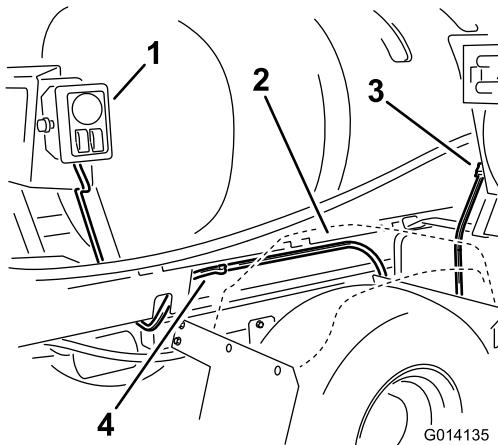

Figura 18
6. Portate la parte restante del cablaggio della scatola di comando, dotata del connettore per l'avvolgitubo, in avanti sul lato destro della macchina, tra il supporto del serbatoio e il parafango posteriore destro (Figura 18). Usate due connettori a innesto rapido per assicurare il cablaggio al telaio del supporto del serbatoio.